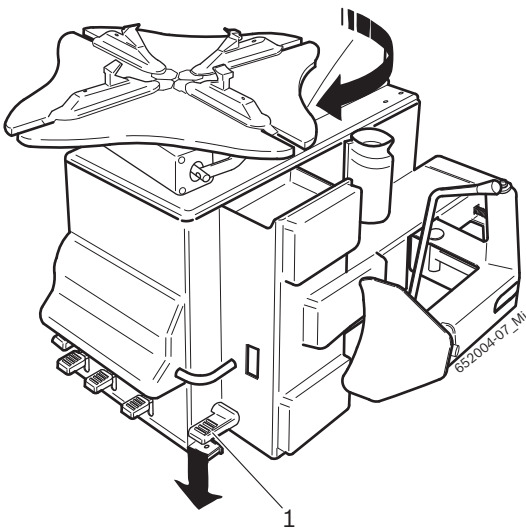

Fig. 2: Controle van de rotatierichting
**!** Voor de reguliere werking van de TCE 4335 is het van fundamenteel belang dat, wanneer het in Fig. 2 (1) aangegeven pedaal is ingedrukt, de opspanflens in rechtsomdraaiende richting draait.